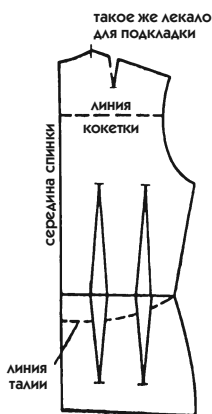

Рис. 556
1. На обычном лекале спинки закройте вытачки и начертите новую линию талии (на рис. 556 показана пунктирной линией).